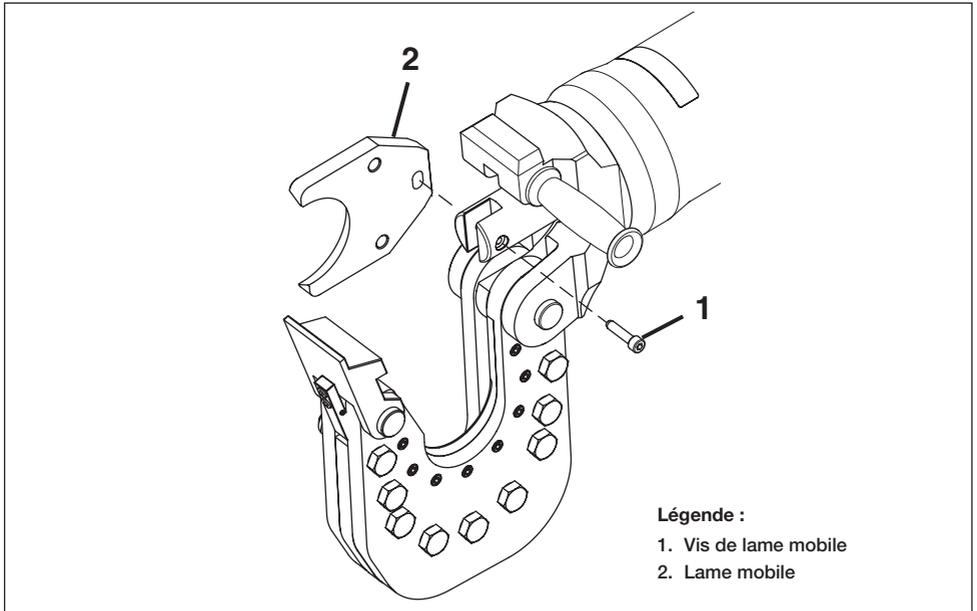

Figure 13, Remplacement de la lame mobile (modèle EWCH90 présenté, identique pour le EWCH140)
5. Desserrez et retirez la vis de la lame mobile (Figure 13, élément 1).
6. Retirez la lame mobile usée (Figure 13, élément 2).
7. Installez la lame mobile neuve (Figure 13, élément 2) dans le piston.
8. Placez les vis de la lame mobile neuve (Fig. 13, élément 1). Serrez au couple de 25 Nm [18 pi-lb]. Appliquez de la Loctite 243 ou un produit équivalent.